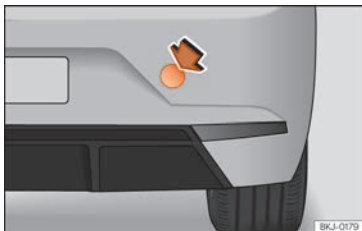

Fig. 101 Parte derecha del parachoques trasero: tapa-cubierta.
- Para abrir la tapa, presione la parte superior derecha de la misma » **fig. 101**.